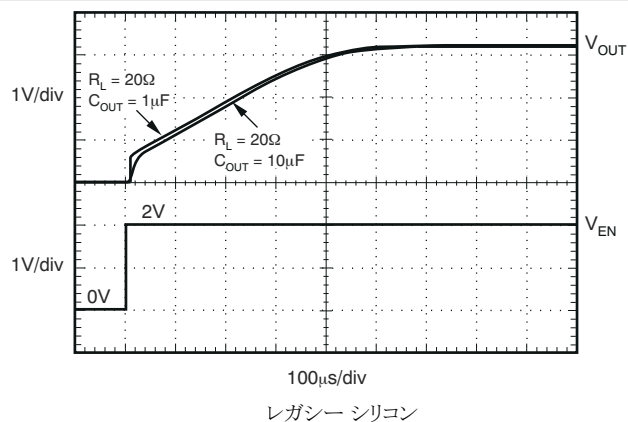

図 5-39. TPS73701-Q1 のターンオン応答
イネーブルピン (EN) はアクティブ High であり、標準の TTL-CMOS レベルと互換です。イネーブルピン (EN) はアクティブ High であ標準的な TTL-CMOS レベルと互換性があります。 $V_{EN}$  が 0.5V (最大値) 未満になると、レギュレータはオフになり、GND ピンの電流は約 10nA にまで低下します。EN ピンを使用してレギュレータをシャットダウンすると、すべての電荷がパストランジスタのゲートから除去されます。 $V_{EN}$  が 1.7V (最小値) を超えるとレギュレータはオンになり、出力は制御された  $V_{OUT}$  に戻ります (詳細は図 5-39 を参照)。